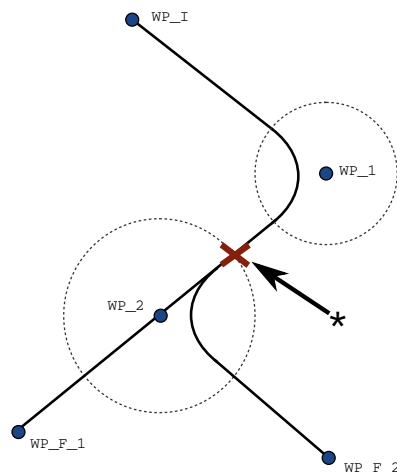

图 14.5: WP\_I 为初始路点，有两个潜在最终路点 WP\_F\_1 和 WP\_F\_2，取决于条件表达式。当机器人手臂进入第二个交融时，条件 if 表达式被评估 (\*)。
**条件交融轨迹** 交融轨迹受设置交融半径的路点以及程序树中的下一个路点影响。也就是说，在图 14.5 中的程序中，围绕 WP\_1 的交融受 WP\_2 影响。在本例中，当围绕 WP\_2 交融时，其结果变得更显而易见。存在两个可能的结束位置，为确定哪一个是要交融的下一个路点，当输入交融半径时，机器人必须已经评估 `digital_input[1]` 的当前读数。那意味着 `if...then` 表达式（或判断下一个路点的其它必要语句，如可变路点）在我们实际抵达 WP\_2 之前被评估，当审视程序序列时，